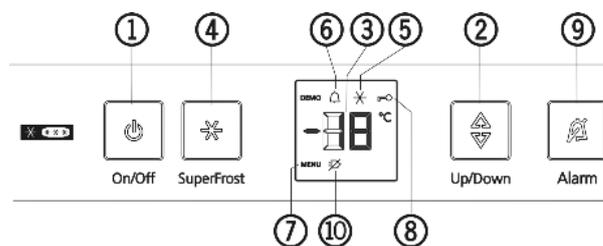

Fig. 3
- ▷ L'apparecchio è acceso. Il display della temperatura e il simbolo dell'allarme Fig. 3 (6) lampeggiano finché la temperatura non è sufficientemente fredda.
- ▶ Attivare la modalità di impostazione: premere per ca. 5 s il tasto SuperFrost Fig. 3 (4).
- ▷ Sul display viene visualizzato il simbolo menu Fig. 3 (7).
- ▶ Con il tasto di impostazione Fig. 3 (2) selezionare **h**.
- ▶ Confermare brevemente con il tasto SuperFrost Fig. 3 (4).
- ▶ Con il tasto di impostazione Fig. 3 (2) selezionare il valore desiderato tra **h 0** e **h 5**.
- ▶ Confermare brevemente con il tasto SuperFrost Fig. 3 (4) il valore relativo all'illuminazione appena impostato.
- ▶ Dopo la modifica disattivare la modalità di impostazione: premere una volta il tasto On/Off Fig. 3 (1).
- ▶ Premere due volte il tasto On/Off Fig. 3 (1) per disattivare la modalità di impostazione.